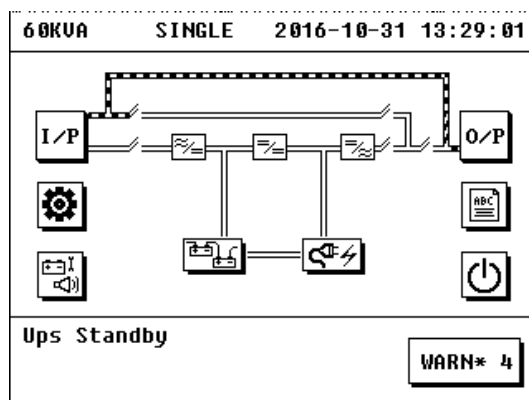

Figura 3.27 Interfaz principal en modo de derivación de mantenimiento
- 2) Abra la tapa del interruptor de Bypass de mantenimiento, cierre el interruptor de Bypass de mantenimiento, corte el interruptor de salida y el interruptor de batería, y luego el UPS ingresa al modo de Bypass de mantenimiento, su diagrama de flujo de energía se muestra en la figura 3.27. Luego, corte el interruptor de entrada y el interruptor de Bypass.